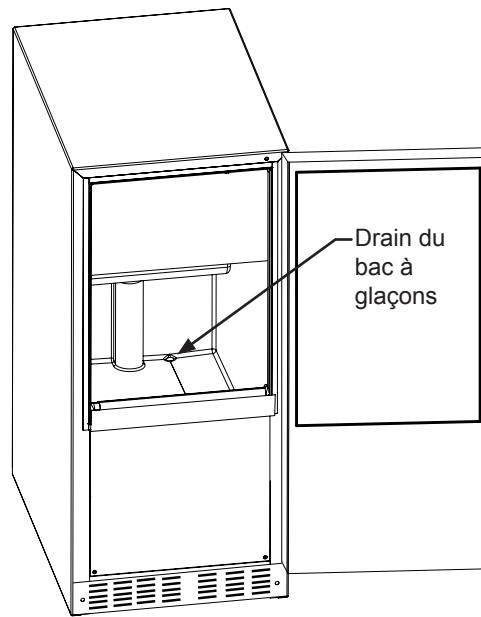
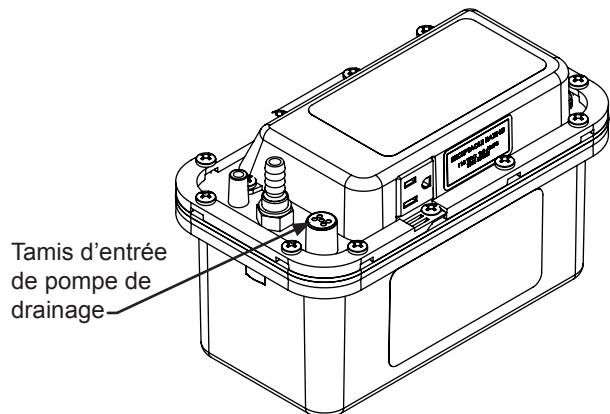

Figure 12
Figure 13
- Vérifiez que le drain du bac à glaçons dans le meuble est bien ouvert et exempt de matières étrangères qui bloquent l'écoulement d'eau vers la pompe de drainage (Voyez la Figure 12).
- Contrôlez que le tube d'arrivée de la machine à glaçons à la pompe de drainage est bien ouvert et exempt de toute matière étrangère. Inspectez le tamis en haut du tube d'arrivée pour vous assurer que rien ne bloque l'écoulement d'eau vers la pompe (voyez la Figure 13).
- Contrôlez le drain du bac à glaçons (Voyez la Figure 12) et le tamis d'entrée de la pompe de drainage (Voyez la Figure 13) pour la présence d'éventuels débris que vous nettoierez selon le besoin.